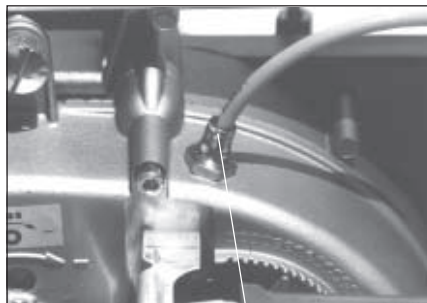

Abb. 24
- Luftdruckschlauch zum Verhältnisdruckregler lösen (siehe Abb. 24). Dazu Klemmring Pos. 1 drücken. Danach Schlauch abziehen.